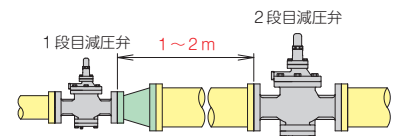

図 4. 二段減圧での弁間隔
10. 二段減圧する場合の減圧弁の間隔は1~2m以上離してください。(図4参照)